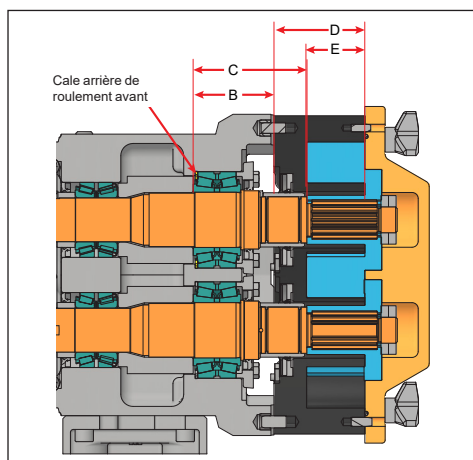

Figure 84 - Mesure B, C, D et E
4. **S'il est nécessaire de calculer les cales nécessaires pour remplacer les arbres, les roulements ou les deux,** reportez-vous à la figure 84 et à la figure 84 ; effectuez les mesures et les calculs avec trois décimales (c'est-à-dire 0,059).
- Mesurez « B » dans le carter d'engrenage et « C » sur l'arbre (figure 84).
- Mesurez « D » et « E » sur le corps (figure 84).
(Repères pour la Figure 84 et la Figure 84)